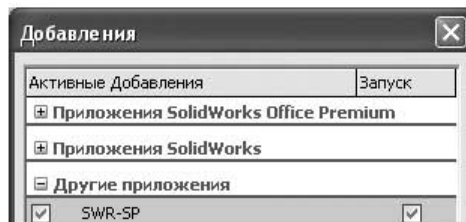

Рис. 6.13. Подключение приложения SWR-спецификация
2. Подключите приложение SWR-спецификация, войдя в меню **Инструменты** ▶ **Добавления**, и в диалоговом окне (рис. 6.13) установите флажок слева от SWR-SP. Появится новый пункт меню SWR-SP.